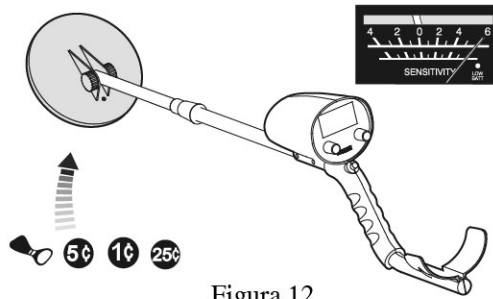

Figura.12
- Avvicinare gli altri metalli non ferrosi alla sonda di ricerca, il puntatore di misurazione devia verso destra e il suono diventa più forte. (Figura.12)